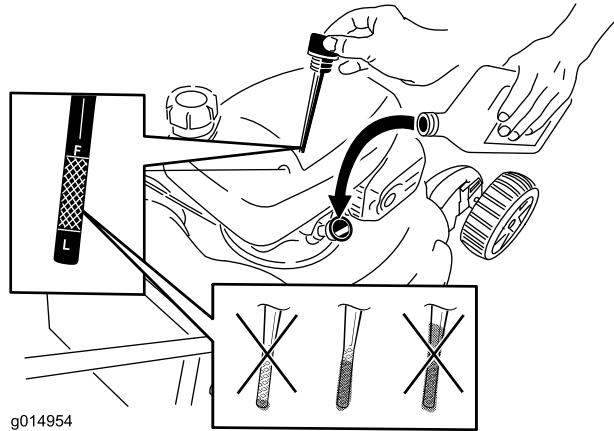

Figura 26
8. **Lentamente**, vierta aceite en el tubo de llenado hasta que el nivel llegue a la marca **Full** (lleno) de la varilla (Figura 26). **No llene demasiado.** (Capacidad máxima: 0,55 litros, tipo: Aceite detergente SAE 30 para automóviles con clasificación de servicio API SL, SM o superior. Puede utilizarse SAE 10W30 si no hay aceite SAE 30 fácilmente disponible.)